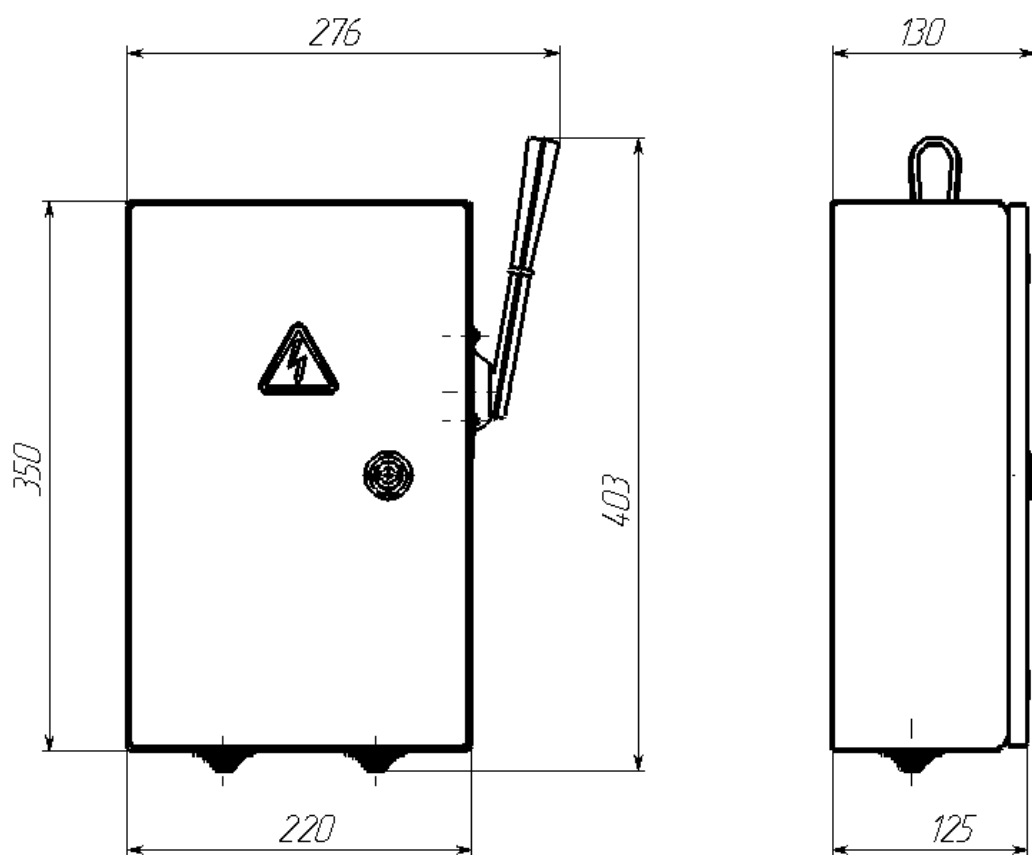

Рис.1 Внешний вид, габаритные и установочные размеры корпуса ящика силового ЯРП-100А-Узола.
2.13 Габаритные и установочные размеры	- см. рис.1;